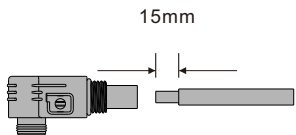

Figure 4.2-3 Passage du câble dans la borne
Étape 1 : Faites passer le câble dans la borne, comme indiqué à la Figure 4.2-3.